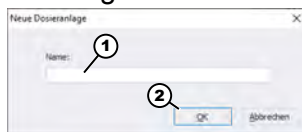

Abb. 8: Eingabemaske Dosieranlage
⇒ Ein Eingabefenster für den Namen der Dosieranlage wird geöffnet (Abb. 8).
3. In der Eingabemaske (Abb. 8) den gewünschten Namen der Dosieranlage (z.B. Anlage I) eingeben und mit [OK] (Abb. 8, Pos. 1) bestätigen.